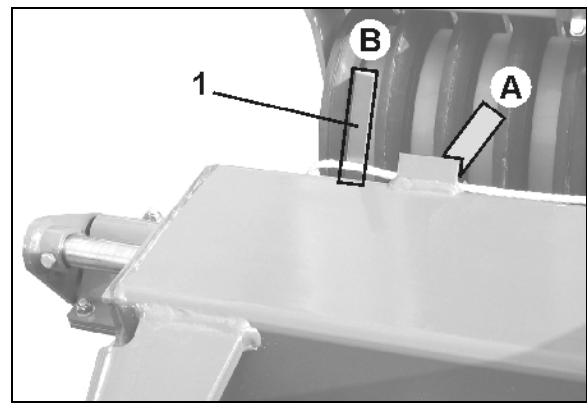

Fig. 50
- Fig. 50 - linke Maschinenseite